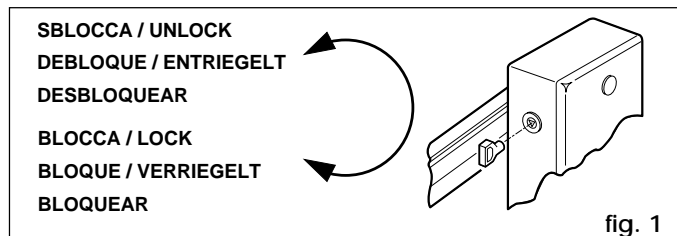
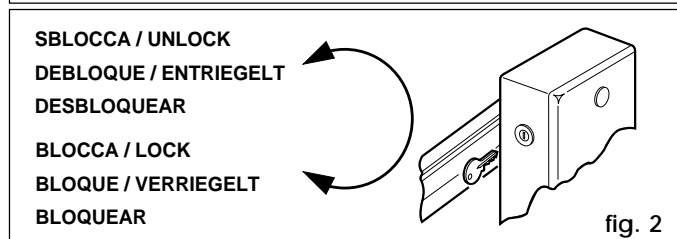

fig. 1
fig. 2
El nivel no debe llegar nunca debajo de la marca grabada en la mirilla (Fig. 1 - ref. 4).
Para rellenar, desenroscar el tapón de carga (Fig. 1 - ref. 6) y verter aceite hasta el nivel adecuado.
- Insertar la llave triangular estándar (Fig. 1) o personalizada (Fig. 2) en la cerradura, y darle una vuelta **hacia la izquierda**.